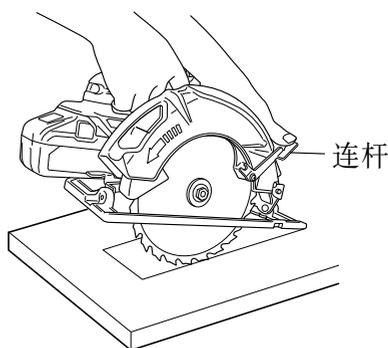

图 34
- (1) 用线在各面清楚地标记出锯割部分。（参见图 34）。
- (2) 根据要锯割的材料调整深度。
- (3) 如图 34 所示，一直向后推动控制杆，使刀刃露出。